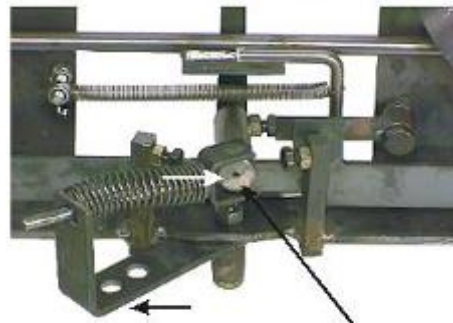

Bild 25. Klyvmekanismen tillbaka till utgångsläget
5. När klyvbalken kommer till utgångsläget vrids ventilspaken E till vänster och fjädern trycker ledspaken A till höger. Utlösningssplattan C som har kommit ner tillbaka stannar ledspaken A i mittläge och stannar samtidigt hela klyvrörelsen. (Bild 25.)